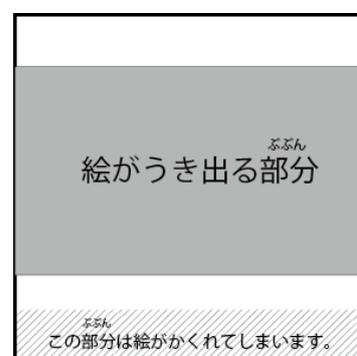

図11 アクリル板Aに書く絵の位置
11) アクリル板A（厚さ5 mm）の黒画用紙を貼っていない面の保護シールもはがします。その面に蛍光ペンで字や絵を書きましょう。図11のように、黒い画用紙がはつてある部分に絵を書きます。下の